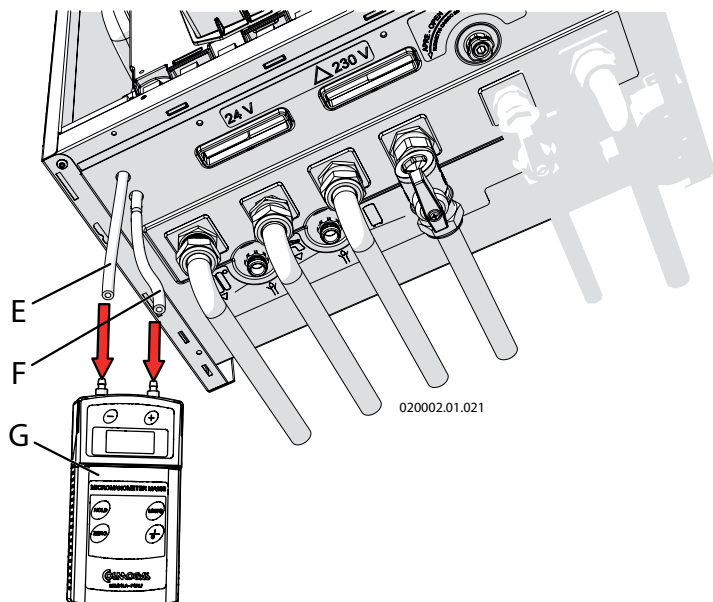

Figura 6.12 - Controllo pressione aria comburente
- 10.- collegare il manometro ai due tubi "E" ed "F" come illustrato in figura 6.12, avendo cura di collegare il tubo "E" alla presa di pressione negativa e il tubo "F" alla presa di pressione positiva;